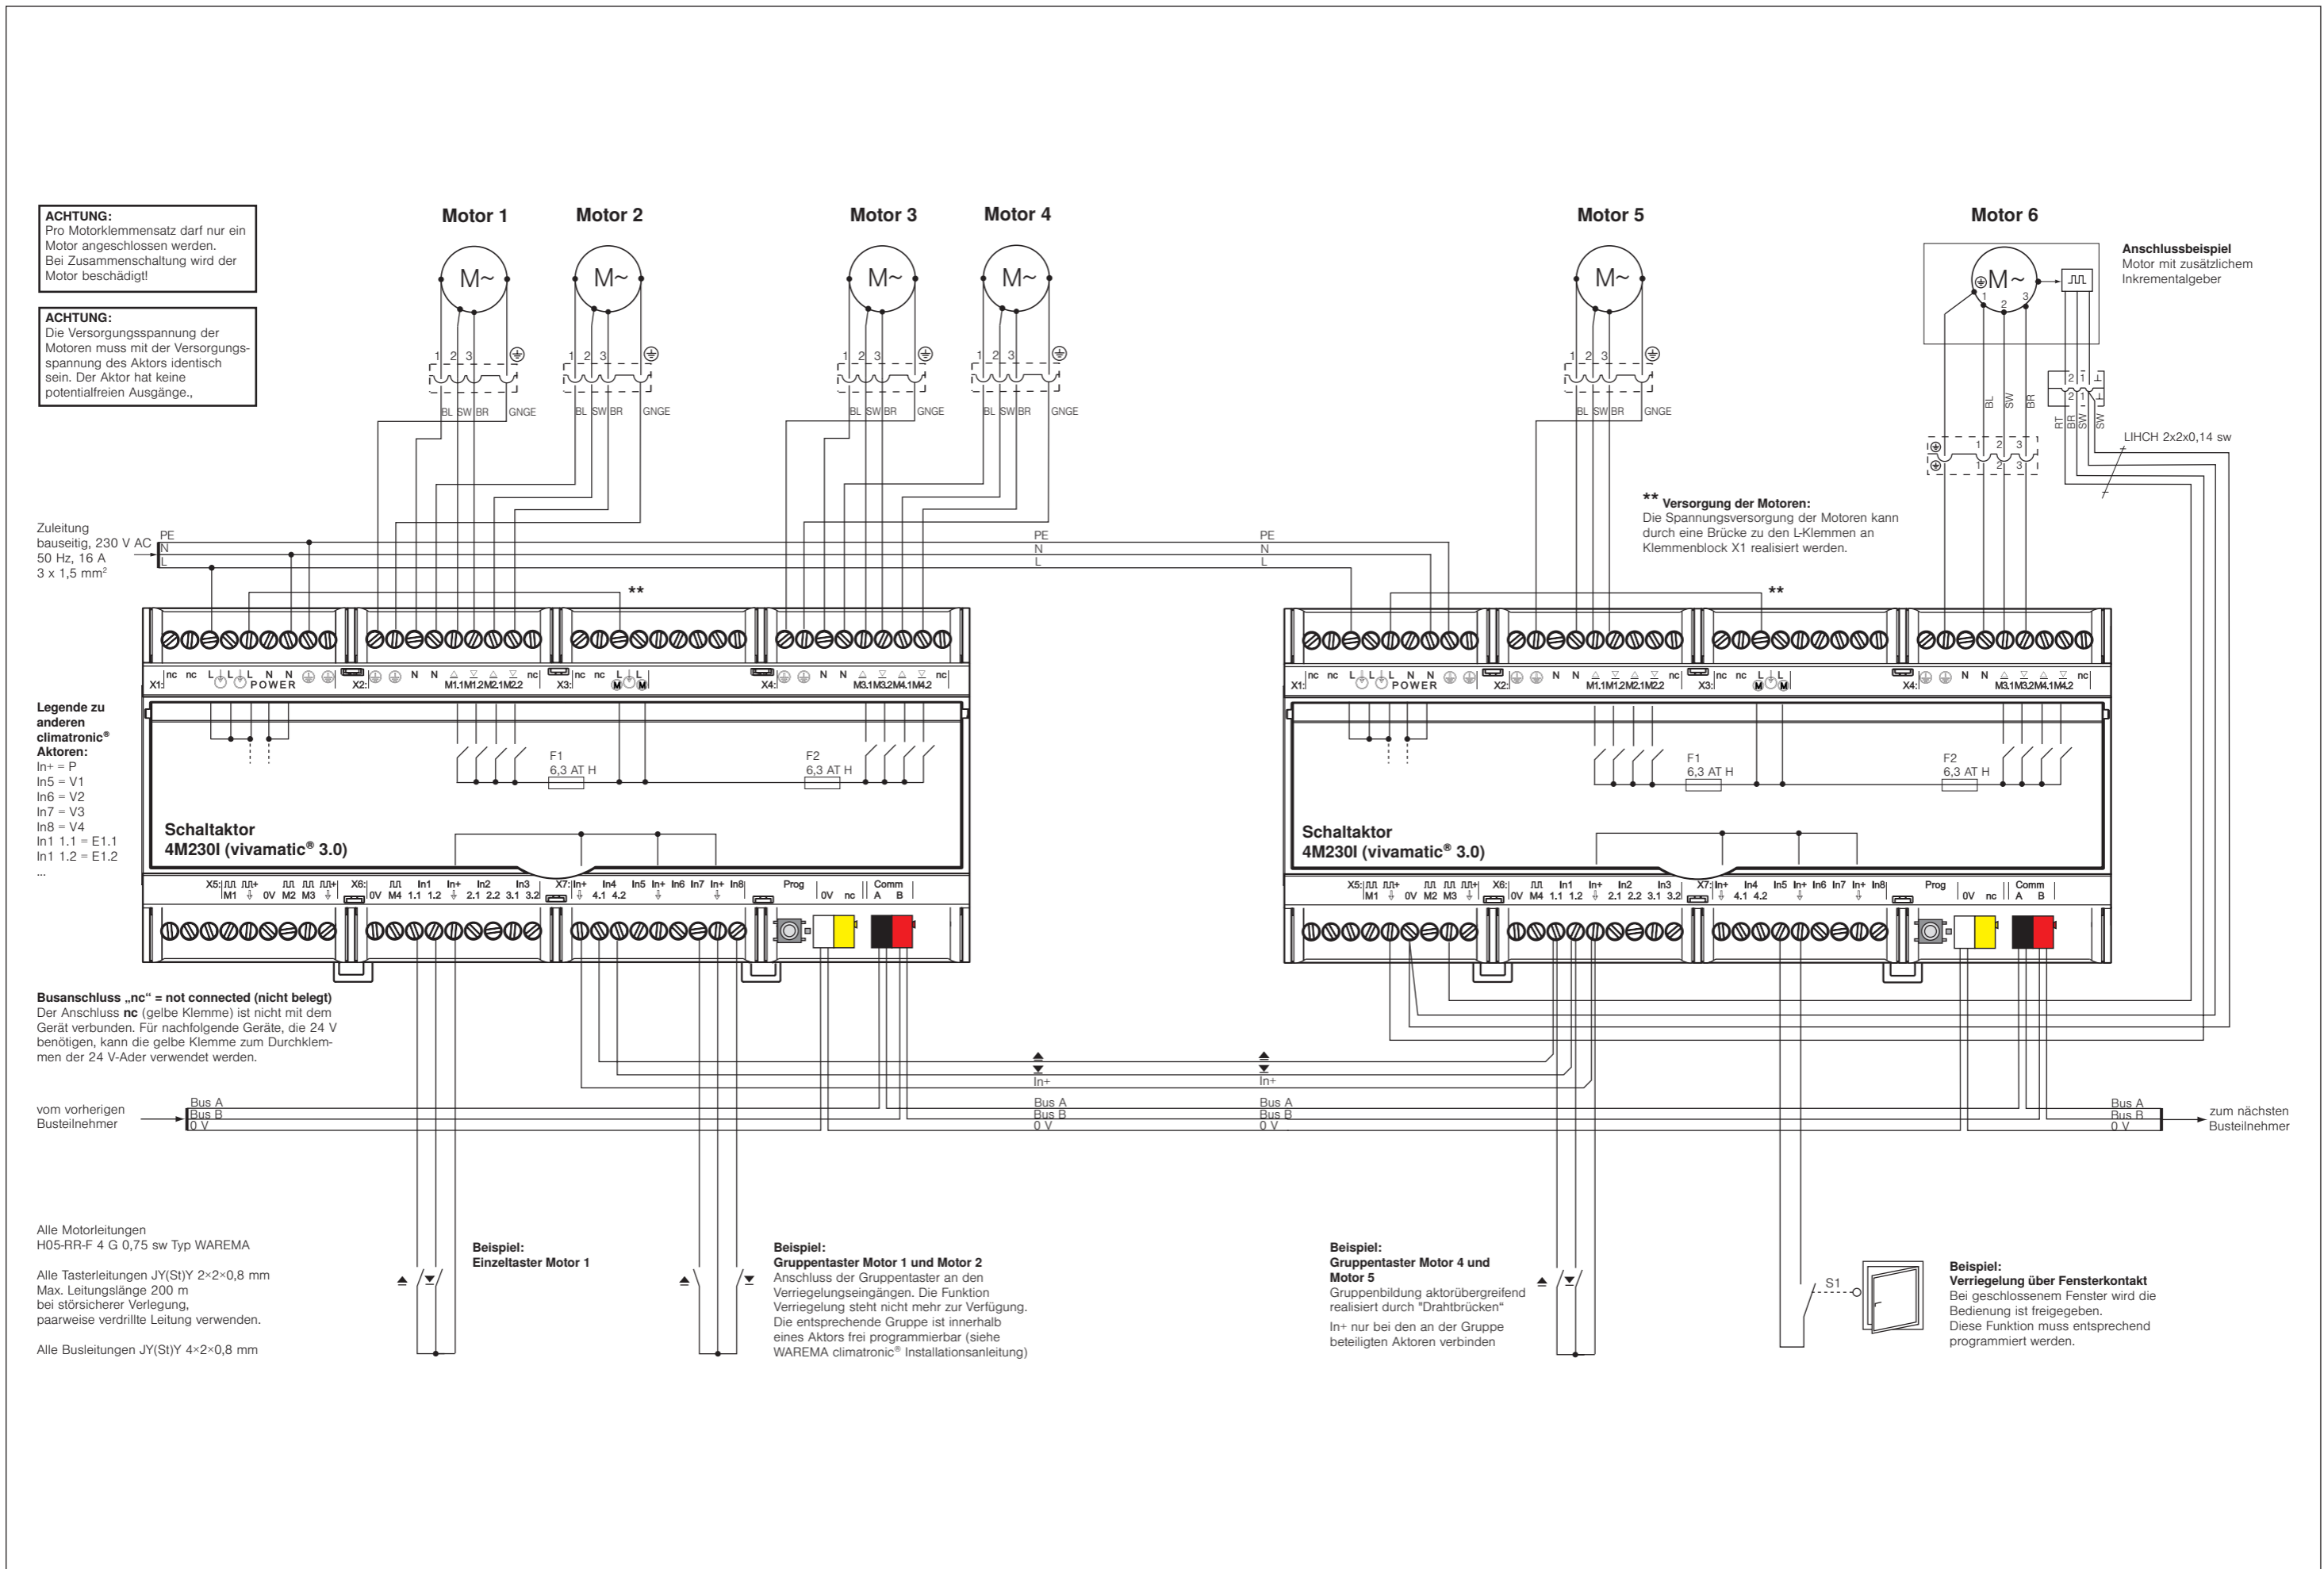

Abb. 5 Anschlussbeispiel Schaltaktor 4M230I (vivamatic® 3.0)
- Der elektrische Anschluss des Produktes erfolgt nach Anschlussplan Abb. 5.